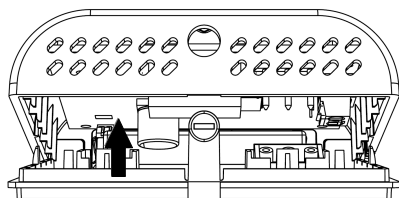

Fig. 3
- 2 Sollevare la calotta esercitando una leggera pressione fino ad estrarla completamente (Fig. 3).